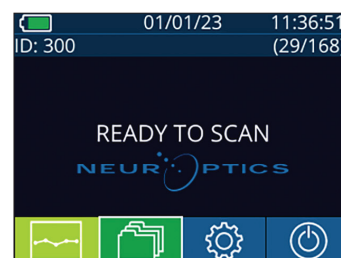
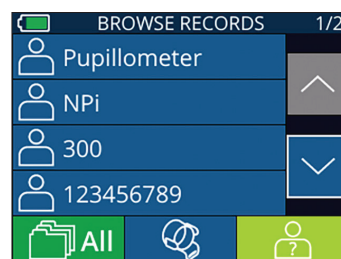

Fig. 27
Fig. 28
- Desde la pantalla de inicio: seleccione el icono de **Registros** (Fig. 27) y luego el icono de **SmartGuard** (Fig. 28). La primera que aparece es la medida más reciente. Presione el botón de **flecha ABAJO** del teclado para desplazarse por todas las medidas anteriores del paciente almacenadas en el SmartGuard acoplado.
- Desde la pantalla de inicio: seleccione el icono de **Registros** (Fig. 27).
- Para buscar una id. de paciente específico, seleccione (Fig. 28), introduzca la id. del paciente y seleccione .
- Para examinar todas las medidas pupilares almacenadas en el NPi-300 en orden cronológico (incluyendo todas las id. de pacientes), seleccione el icono de **Todos los registros** (Fig. 28) y presione el botón de **flecha ABAJO** del teclado para desplazarse por todas las medidas anteriores almacenadas en el NPi-300.